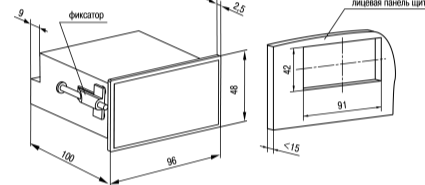

Рисунок 2 – Габаритные размеры корпуса щита
1. Подготовить в щите управления место для установки прибора (см. рисунок 2).